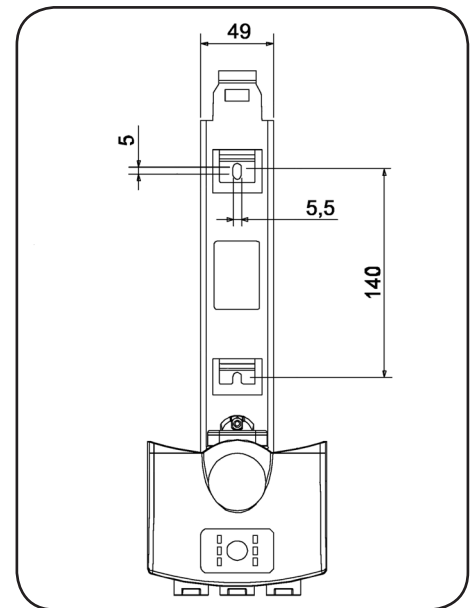
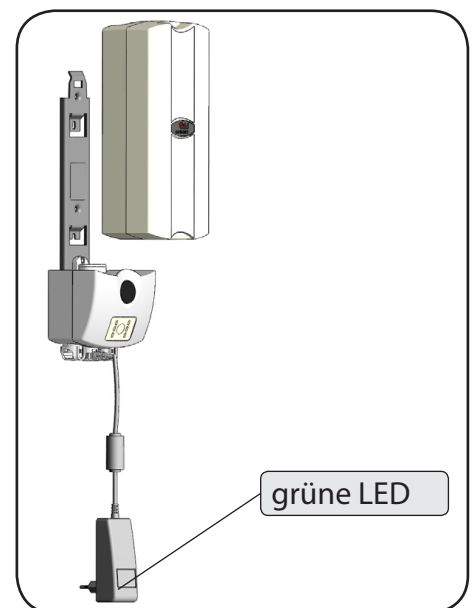

Abbildung 28
Abbildung 29
Die Wandladestation (Abbildung 28) dient als fest installierter Ladeort für den Akkupack oder als Lade- und Aufbewahrungsort eines bereitstehenden geladenen Wechsel-Akkupacks. Der elektrische Anschluss erfolgt über das Netzladegerät, welches an eine Netzsteckdose mit einem Anschlusswert von 230 V / 50 Hz angeschlossen wird (Abbildung 29).
Zur Befestigung besitzt die Wandladestation an der Montageschiene zwei Befestigungspunkte (Abbildung 28). Die Befestigung erfolgt auf einer ebenen Stelle der Wand mit Schrauben und Dübeln entsprechend dem Mauerwerk.
3. Überprüfen Sie den Ladezustand der Akkus am Netzladegerät, der durch eine grüne LED angezeigt wird (Abbildung 29).